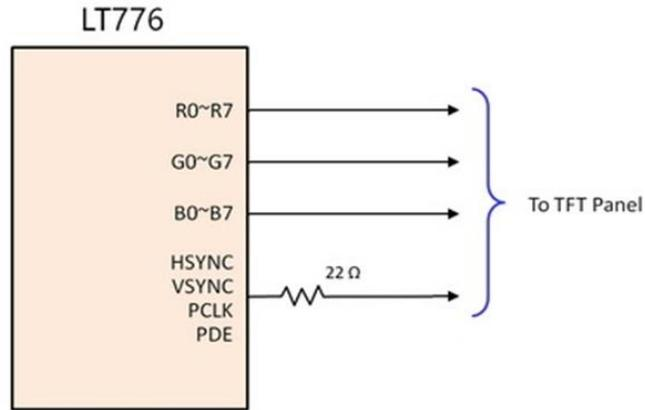

图 2-24: RGB 等信号输出加串接电阻及接地电容
- PCLK、PDE、HSYNC、VHYNCR 输出加串接电阻及接地电容 (如图 2-24)。